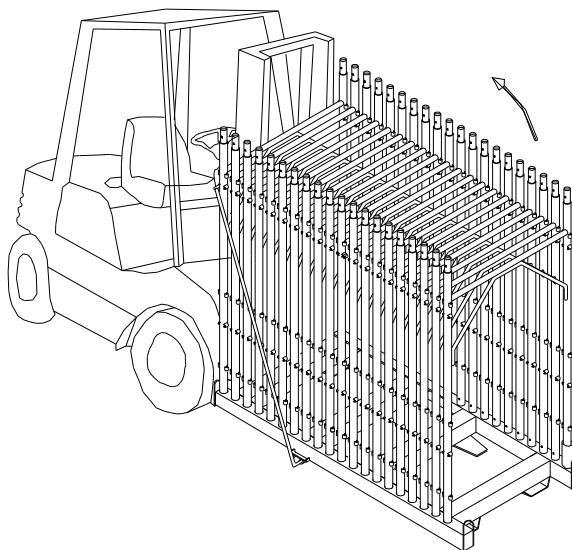

Fig. n. 4
2.5 Durante lo spostamento del carrello, dare al "Portatelai" una leggera inclinazione verso l'interno agendo sul meccanismo di sollevamento (Fig. n. 4) e mantenere più basso possibile il baricentro del carico